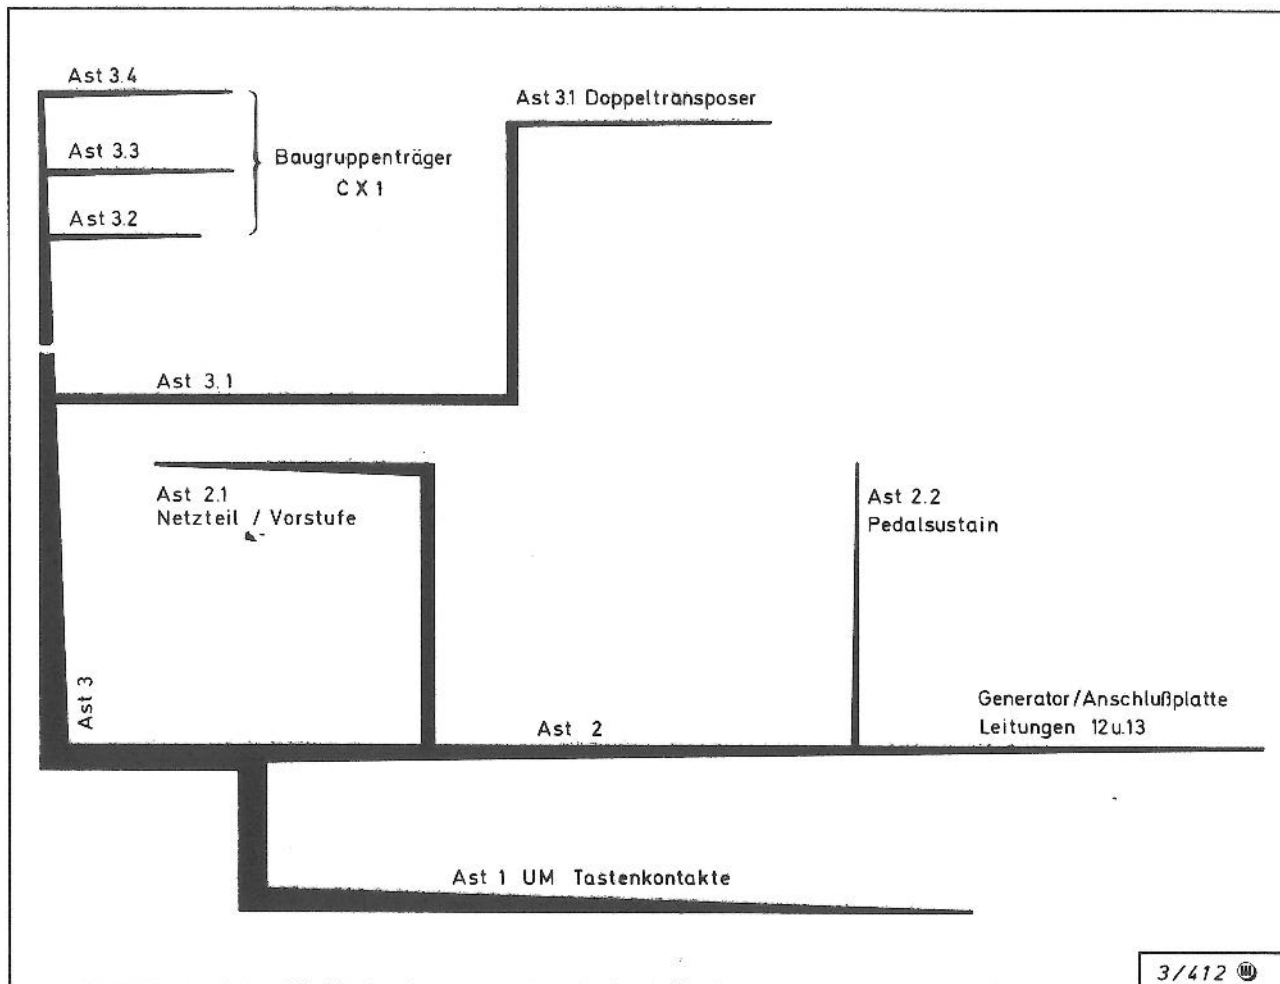

Abb. 28: Kabelbaum SZ 6 (W 1, 2, 3 und 5)
1. Den Kabelbaum mit Abb. 28 in Einklang bringen.